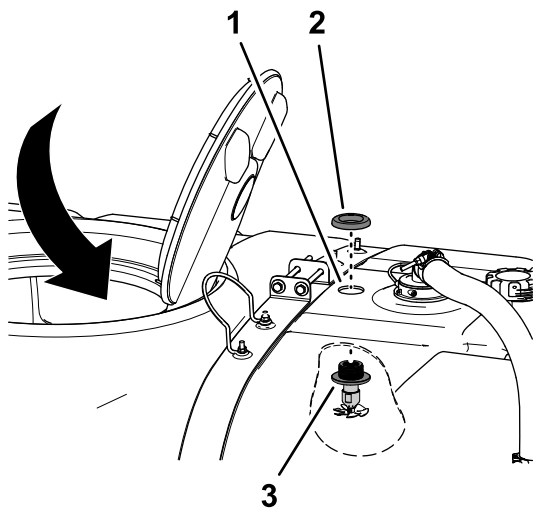

图21
1. 如 图21 所示通过 41cm 开口在水箱内工作将喷嘴总成通过在 对喷洒药缸钻孔 (页码 7) 中钻的孔向上对齐。
2. 将塑料凸缘螺母组装到隔板接头的螺纹上然后用手拧紧凸缘螺母图21。